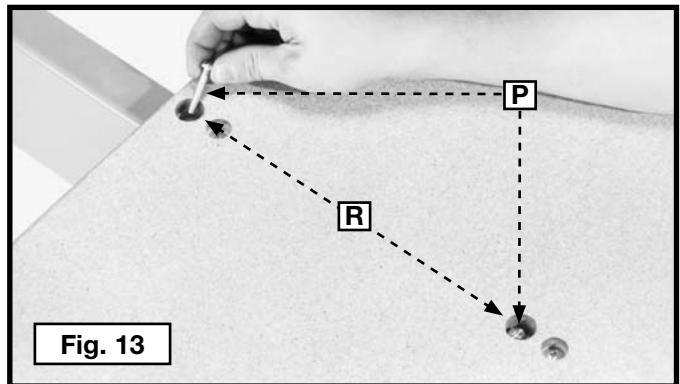

Fig. 13
- Inserte cuatro tornillos de cabeza redonda de 1/4-20x1-1/4 pulg. (P) Fig. 13, en los agujeros (R) Figuras 11 y 12 de la tabla de mesa. Apriete cada uno de los tornillos hasta que cada esquina de la tabla de mesa se eleve aproximadamente 1/8".